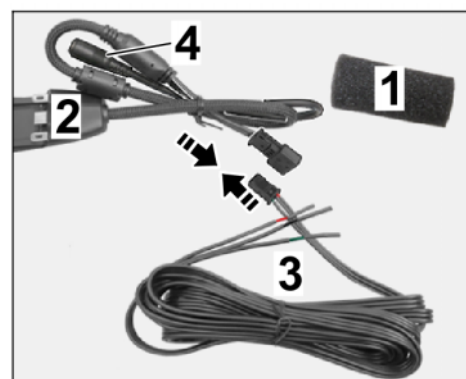

Bild 12
3.1.2 Steckverbindung (3-polig) herstellen (⇒ **Bild 12 -Pfeile-**).